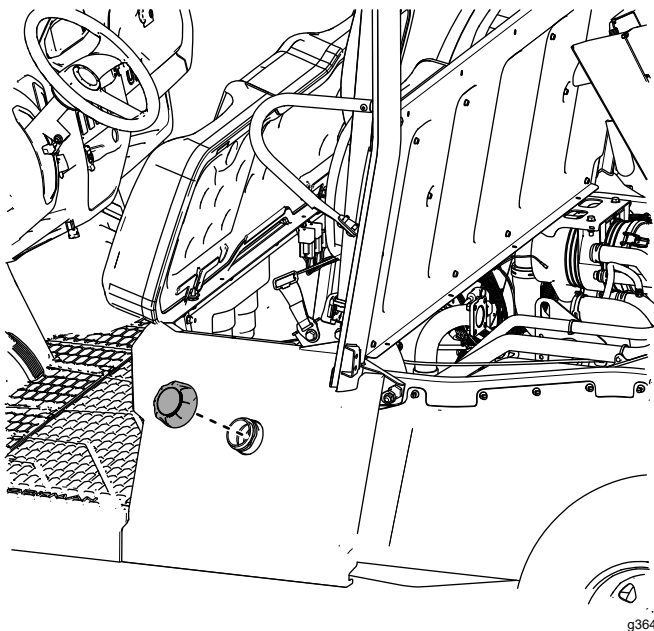

Figura 29
24. Installate il tappo del serbatoio del carburante sul pannello sedile di sinistra (Figura 29).